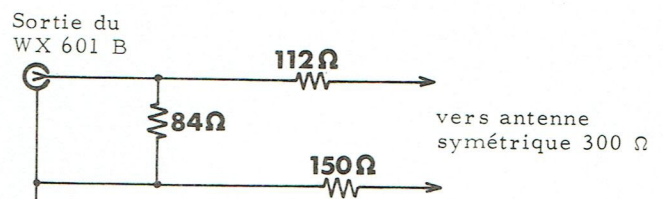

Fig 2.4
- Lorsque l'on applique le signal HF sur l'entrée antenne, il n'est pas nécessaire d'utiliser la sonde d'injection si l'impédance d'entrée est de 75 Ohms. Dans ce cas, on réunit la sortie HF du générateur directement à l'antenne du récepteur. Si l'impédance d'entrée du récepteur est de 300 Ohms symétrique, on réunit la sortie du générateur à l'antenne par l'intermédiaire d'un adaptateur 75 - 300 Ohms HA0550* ou équivalent, dont le schéma est donné fig. 2.4. L'atténuation apportée par cet accessoire est de 6 dB